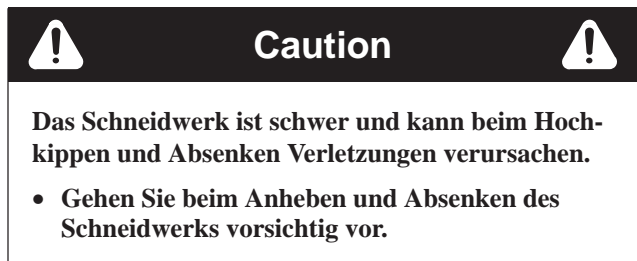

**Bild 19**
1. Entfernen Sie den Splint aus dem Schnitthöhen-Einstellpfosten (Bild 19).
2. Wählen Sie das Loch im Schnitthöhen-Einstellpfosten, das der von Ihnen gewünschten Schnitthöhe entspricht. Heben Sie die Seite des Schneidwerks hoch, um den Splint einstecken zu können (Bild 19).